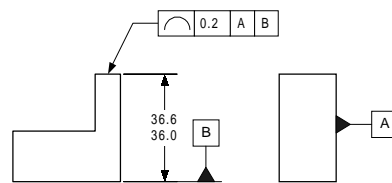

Figura 2
- En la figura 2, el control de perfil . . .